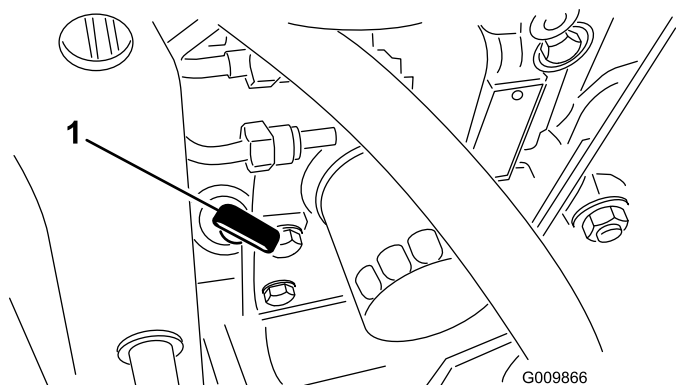

Figura 23
2. Togliete l'asta di livello, asciugatela e reinseritela verificando che sia correttamente posizionata (Figura 23).